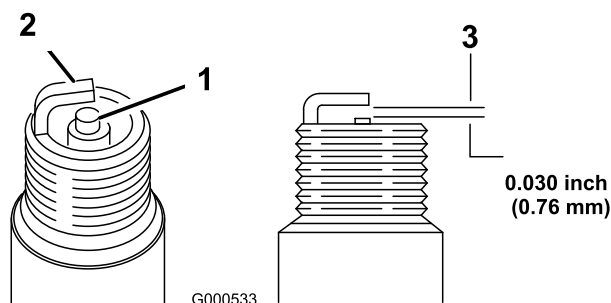

Figura 38
5. Regolate la distanza tra gli elettrodi della candela a 0,76 mm (Figura 38).